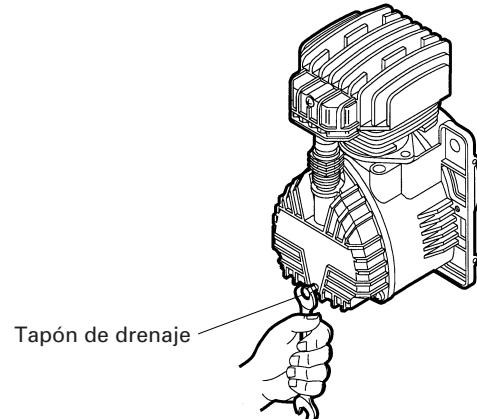

Fig. 10
(1) Antes de las primeras 50 horas de operación, reemplace completamente el aceite del elemento de la bomba. Afloje el tapón de drenaje del aceite de la cubierta del compresor, drene todo el aceite, y atornille otra vez el tapón (Consulte la Fig. 1 y la Fig. 10).